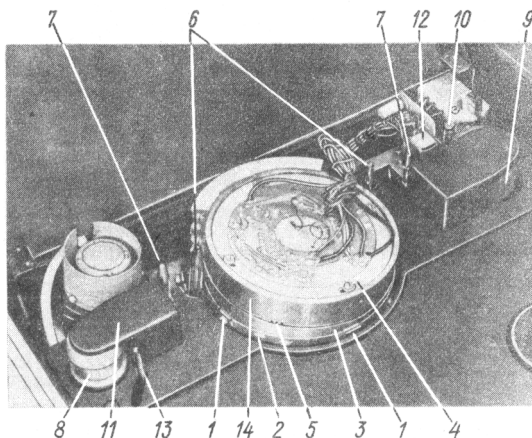

Рис. 3. Элементы лентопротяжного механизма
- очистите три опорные площадки I (рис. 3) ограничителя 2 нижнего цилиндра 3 блока вращающихся головок 4 тонким концом пластмассового очистителя;
После работы видеомagniтофона в условиях повышенной влажности протрите, не касаясь видеоголовок, поверхность цилиндров 3 (см. рис. 3) и 14, соприкасающуюся с видеолентой, бязевой салфеткой, слегка смоченной этиловым спиртом.